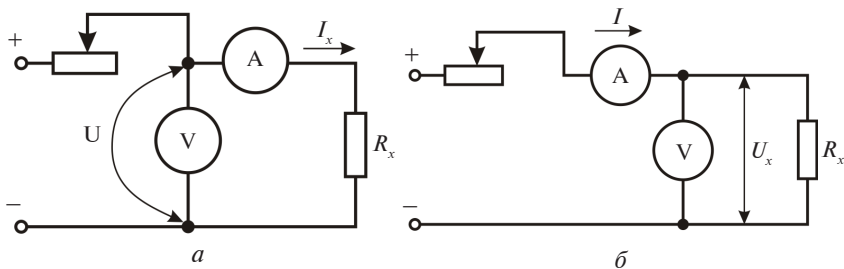

Рис. 1. Схемы измерения косвенным методом:
**Метод амперметра-вольтметра.** Данный метод основан на измерении тока, протекающего через измеряемое сопротивление, и падения напряжения на нем. Применяют две схемы измерения: больших сопротивлений (рис. 1, а) и малых сопротивлений (рис. 1, б). По результатам измерения тока и напряжения определяют искомое сопротивление.